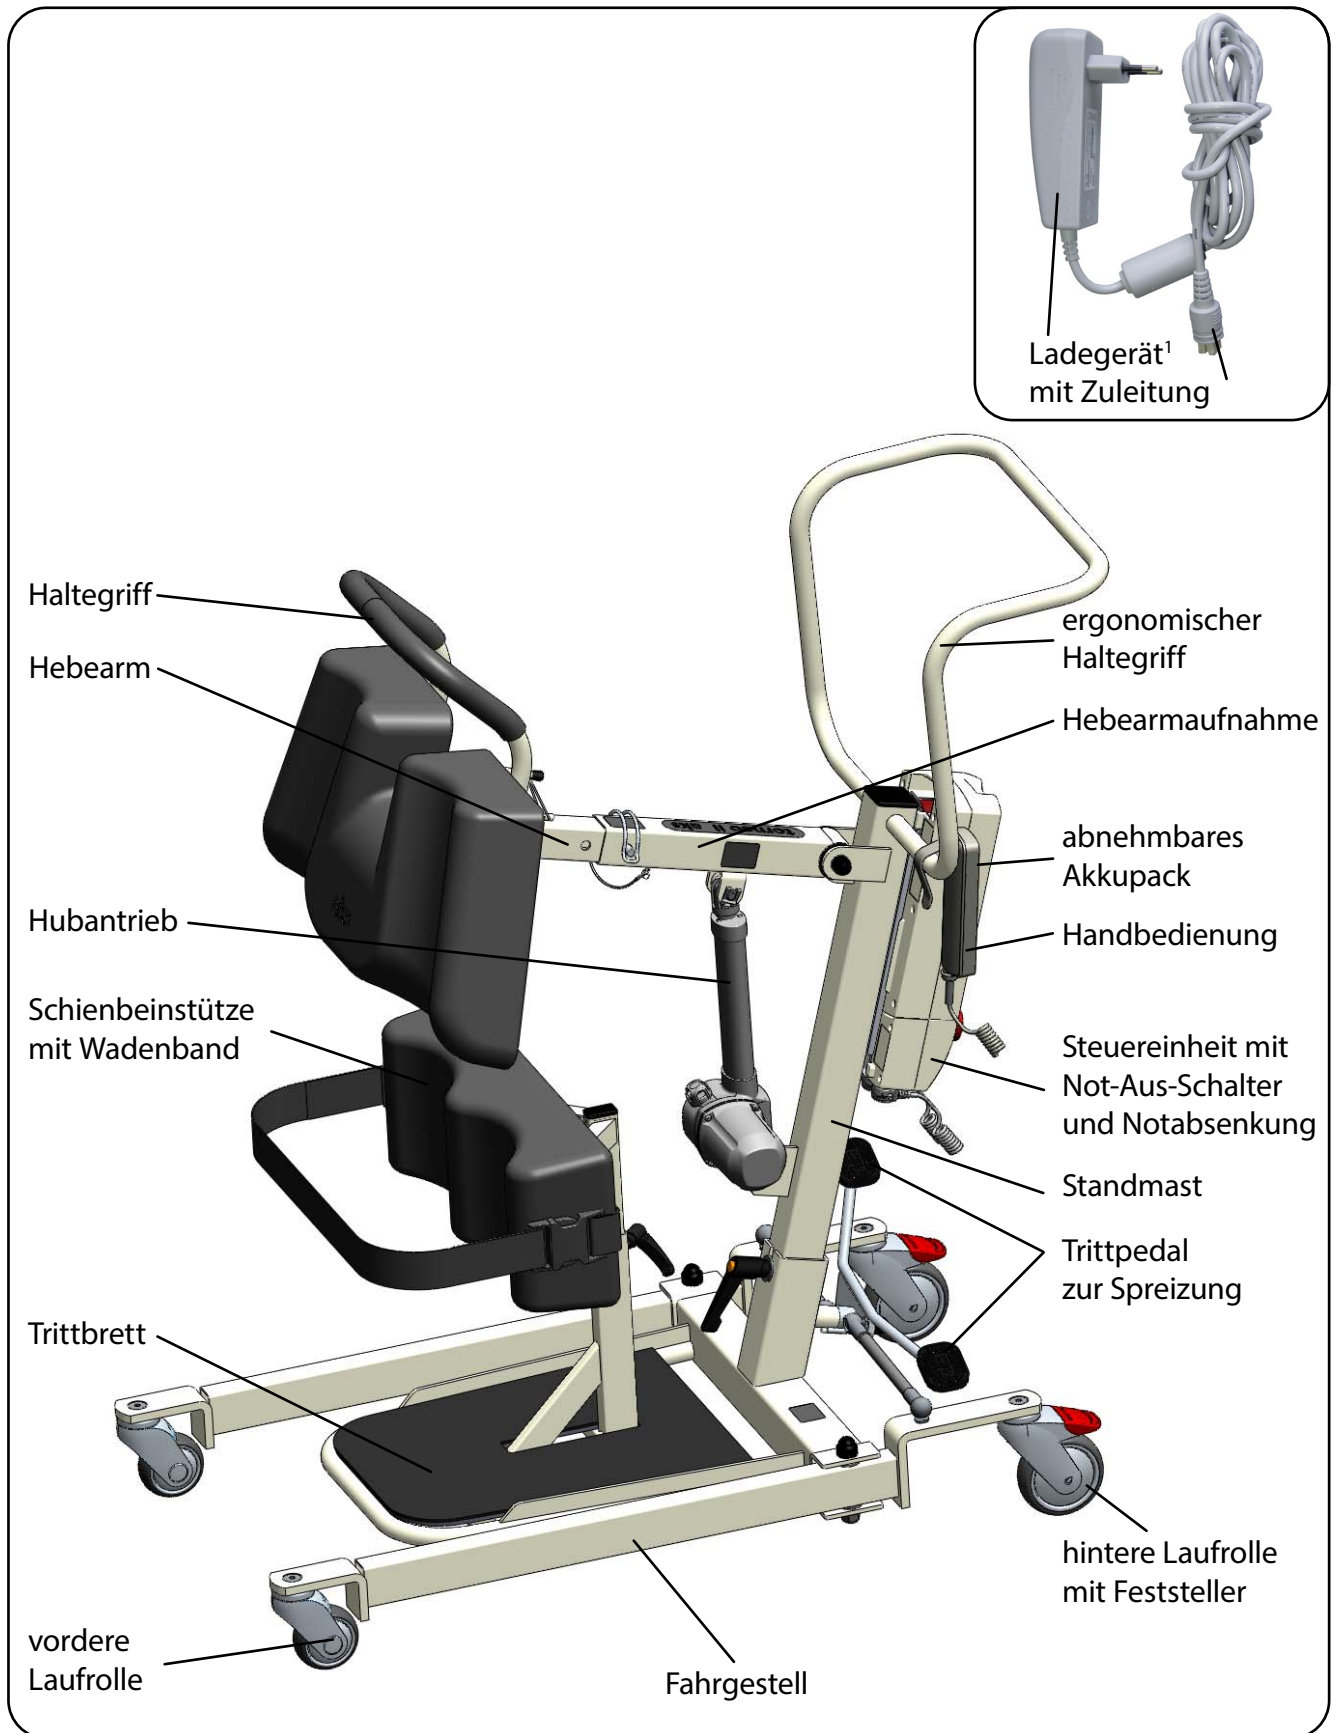
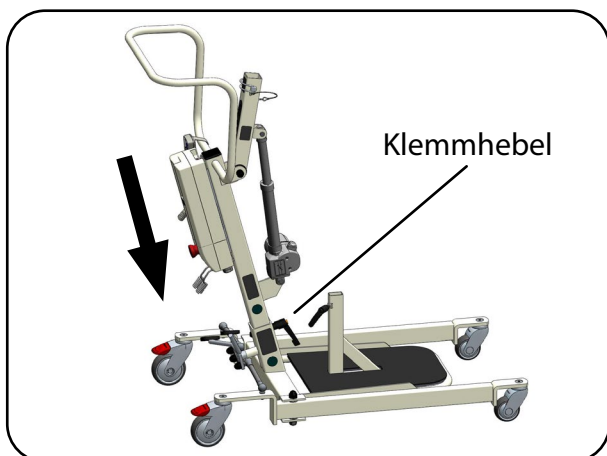

Abb. 5.01 – torneo® II
Abb. 6.2.03 – Standmast in Standmastaufnahme positionieren
5. Stecken Sie den Standmast, in Fahrtrichtung zeigend, in die Standmastaufnahme am Fahrgestell (Abb. 6.2.03 und Abb. 5.01). Der Standmast des torneo®II ist so entwickelt, dass er nur in der vorgesehenen Stellung in die Standmastaufnahme passt. Schrauben Sie den Klemmhebel wieder ein und ziehen Sie mit dem Klemmhebel den Standmast fest.